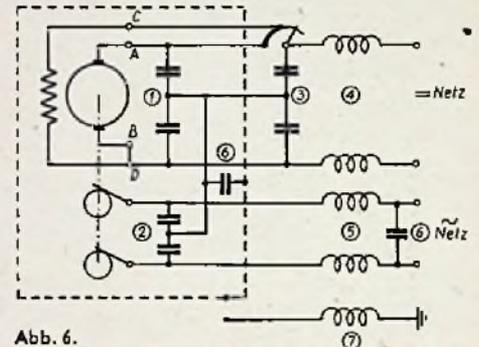

Abb. 6.
störungsmitteln nach der Abb. 6 zweckmäßig. Die Gleichstromseite mit dem Kommutator ist immer der größere Störer. Die Reihenfolge der Entstörungsmaßnahmen kann je nach dem gewünschten Entstörungsgrad in der auf Abb. 6 durch Zahlen gekennzeichneten Reihenfolge vorgenommen werden. In vielen Fällen genügt schon die Beschaltung nach (1) und (2). Bei geerdeten Maschinen kann der Berührungsschutzkondensator (b) durch eine direkte Verbindung ersetzt werden. Als erste Richtwerte können für die Entstörungsmittel etwa gelten: (1) und (3)  $2 \times 1,0 \mu\text{F}$ , (2)  $2 \times 0,1 \mu\text{F}$ , (b) (Berührungsschutzkapazität)  $0,005 \mu\text{F}$ , (6)  $0,1 \mu\text{F}$ , (4), (5) und (7) etwa 1 mH. Jä.